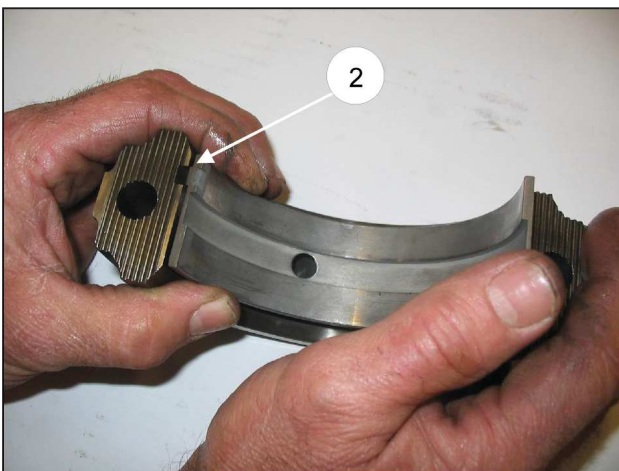

Abb. 6/a
Falls der Austausch der Pleuelstangen vorgenommen wurde, muss vor deren Montage zunächst die korrekte Position der O-Ringe überprüft (Pos. ①, Abb. 6/b) und diese bei Bedarf ausgetauscht werden.